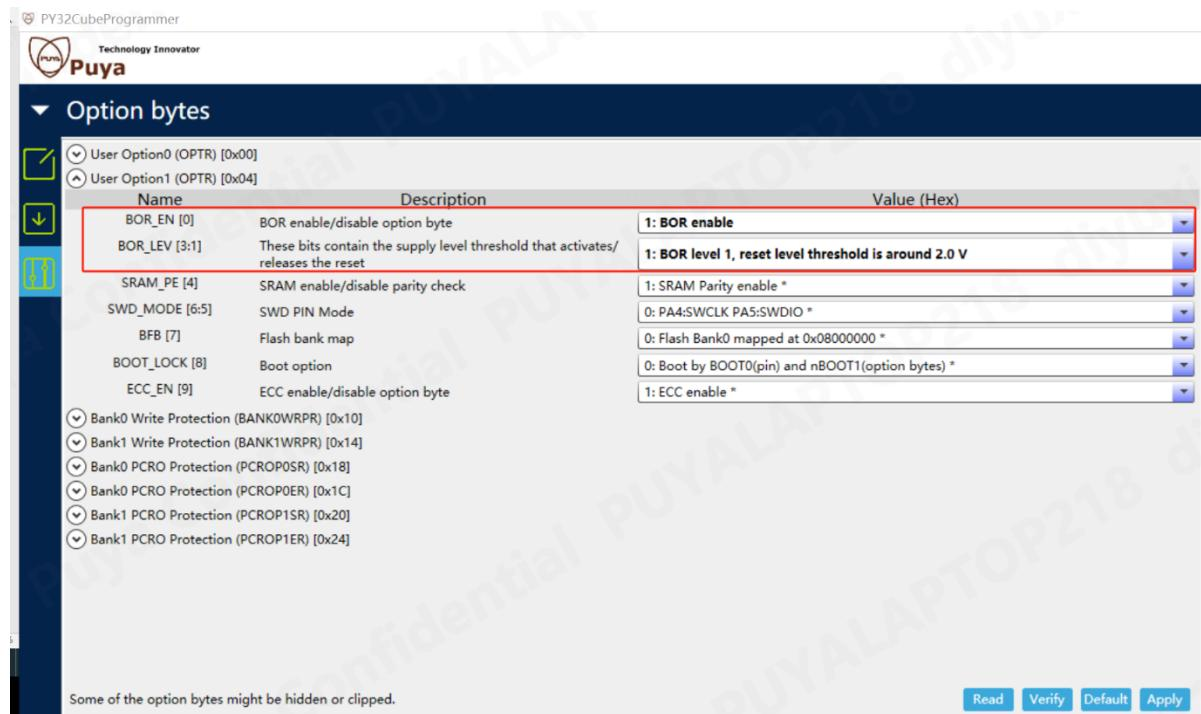

图 9-1
- 配置 User Option1 中的 BOR 相关选项时，如果选择使能 BOR_EN，则需将 BOR_lev 配置为 BOR level1 及以上的选项。如图 9-1 所示，使用 PY32CubeProgrammer 时配置 BOR 相关选项。